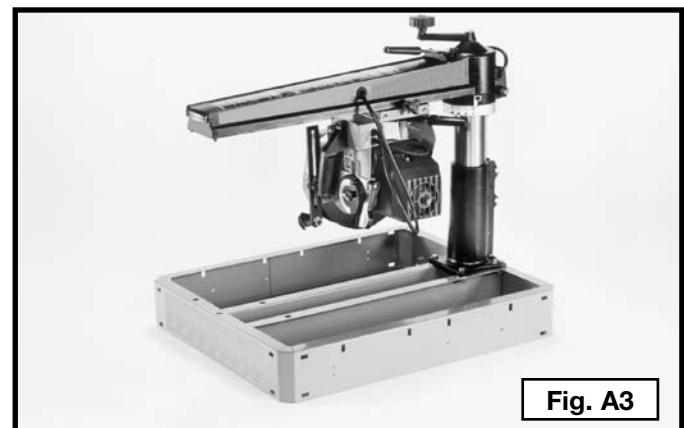

Fig. A3
3. La sierra, sin los bloques de soporte y las tablas de embarque se muestra en la figura A3.